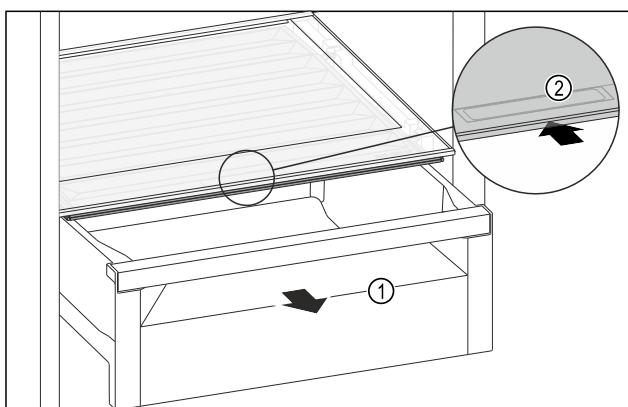

Fig. 122
- Извлеките выдвижной ящик Fig. 122 (1).
- Возьмитесь за утопленную ручку Fig. 122 (2) на крышке отделения и одновременно введите крышку отделения назад.